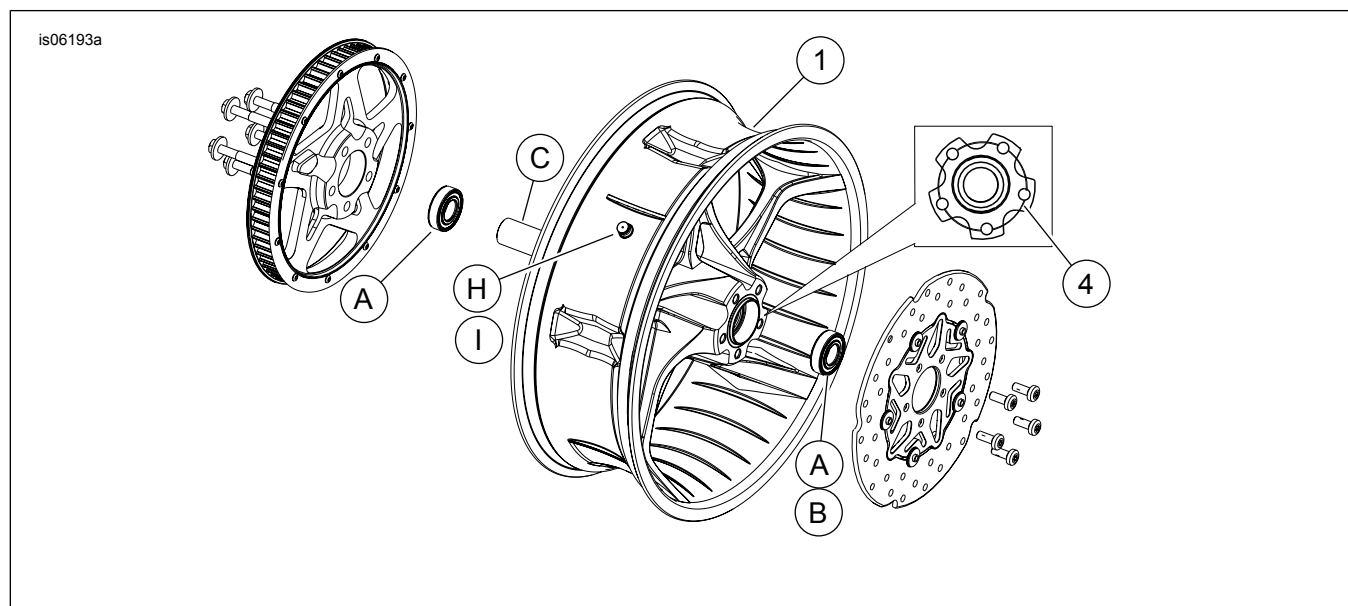

Figura 1. Peças de reposição: Roda traseira Stinger
Consulte Figura 1 e Tabela 2.
2. Consulte Figura 1. Instale o conjunto da haste de válvula (H ou I) na roda. Veja o manual de serviço.